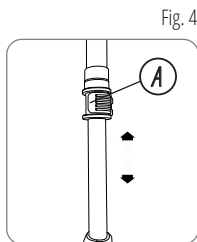

Fig. 4
- La altura total de la recortadora se puede ajustar aflojando el collar de ajuste de altura (A), girándolo en la dirección de la flecha mostrada en la (Fig. 4).
- Mueva la carcasa superior directamente hacia arriba o hacia abajo. Cuando se alcance la altura deseada, apriete el collar girándolo en la dirección opuesta a la mostrada en la (Fig. 4).
- Mantenga una distancia mínima de 60 cm entre el protector y sus pies, como se muestra en la (Fig. 3D). Para lograr esta distancia, ajuste la altura total de la recortadora como se muestra en la (Fig. 4).